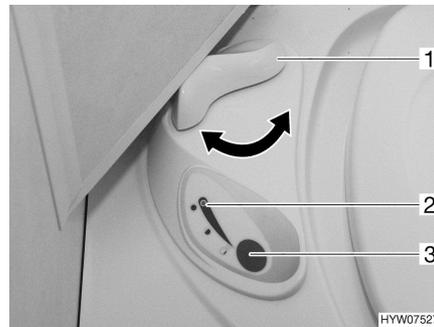

Fig. 112 Unité de commande des toilettes Thetford
- Avant d'actionner la chasse d'eau, ouvrir le curseur des toilettes Thetford. Tourner pour cela le levier du curseur (Fig. 112,1) dans le sens inverse des aiguilles d'une montre.
- Pour actionner la chasse d'eau, appuyer sur le bouton bleu (Fig. 112,3).
- Après avoir actionné la chasse d'eau, fermer le curseur. Tourner le levier du curseur (Fig. 112,1) dans le sens des aiguilles d'une montre.
Le voyant de contrôle (Fig. 112,2) s'allume lorsque la cassette Thetford doit être vidée.
- Tourner le levier du curseur (Fig. 112,1) dans le sens des aiguilles d'une montre. Le curseur se ferme. Pour la vidange il **faudrait** que le curseur des toilettes Thetford soit fermé.